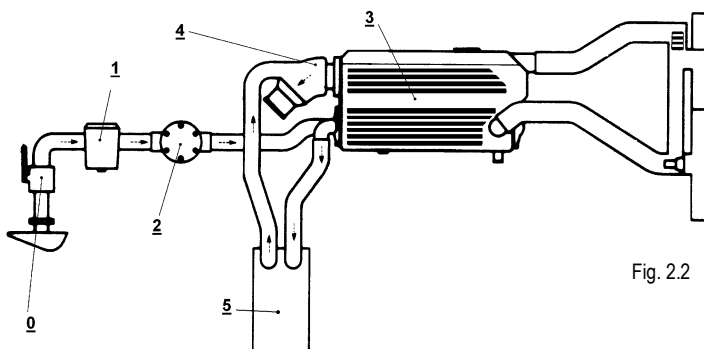

Fig. 2.2
2.2.2 ZEEWATER KOELCIRCUIT (Fig. 2.2)
De keerkoppeling heeft een eigen smering, onafhankelijk van de motor. Zie fig. 2.2